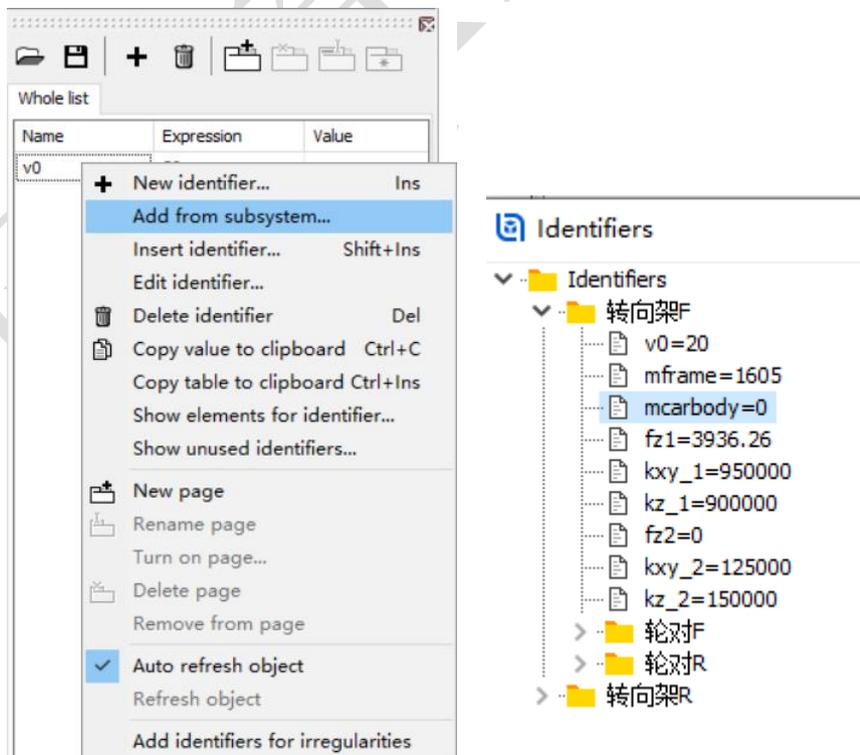

图 3-31
- 9) 在左侧参数符号列表区点右键，选择菜单 **Add from subsystem...**，从列表中选择转向架 F 子系统里的 **mcarbody** 参数，将其设置为 **40000** (kg)，弹出提示，点击 **OK**，这样将两个转向架子系统里的 **mcarbody** 参数也都赋值 **40000**，如图 3-31。